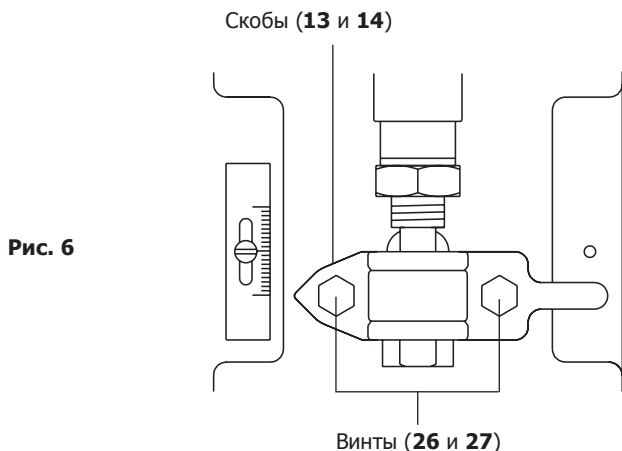

Рис. 6
Для перенастройки диапазона необходимо выполнить следующее (рис. 6):
- Отдайте винты (26) и (27) (рис. 6) и снимите адаптер (11).
- Используя два гаечных ключа отдайте контргайку (25).
- При плунжере плотно прижатом к седлу клапана выкручивайте верхнюю соединительную муфту (10) из штока пневмопривода до тех пор, пока она не коснётся адаптера (11). Ручкой затяните контргайку (25).
Для перенастройки диапазона необходимо выполнить следующее (рис. 6)
- Отдайте винты (**26** и **27**) (рис. 6) и снимите адаптер (**11**).
- При плунжере плотно прижатом к седлу клапана выкручивайте верхнюю соединительную муфту (**10**) из штока пневмопривода, до тех пор, пока она не коснется адаптера (**11**) (рис. 6).